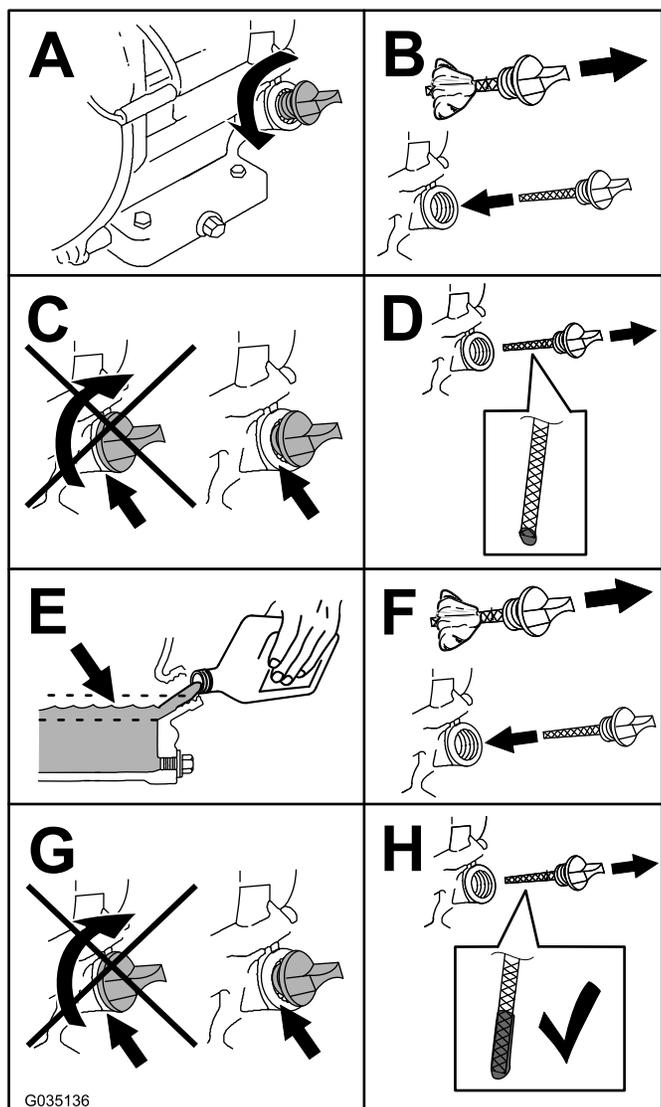

Figura 42
5. Compruebe el nivel de aceite como se muestra en la Figura 42.